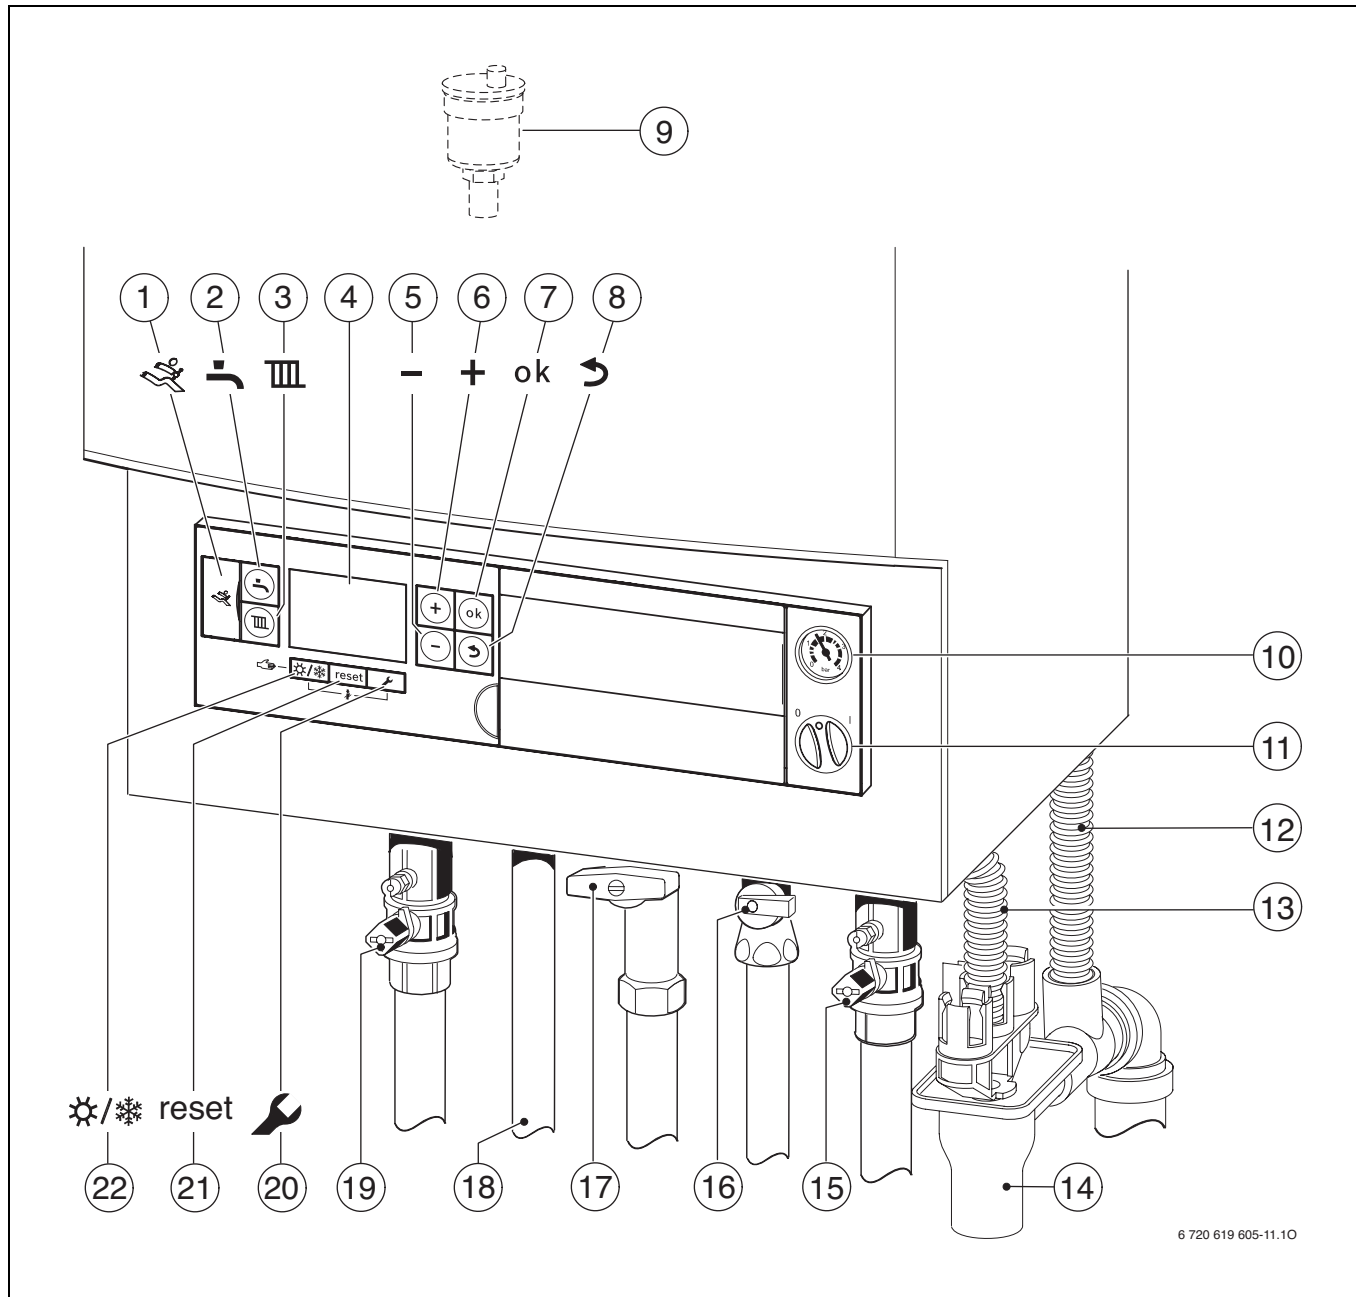

Bild 23
- ▶ Heizungsanlaufhahn und Heizungsrücklaufhahn öffnen (→ Bild 23, [15] und [19], Seite 26).
- ▶ Bei GB172-24K: Kaltwasserhahn öffnen (→ Bild 23, [16]).
- ▶ Gashahn öffnen (→ Bild 23, [17]).
- ▶ Automatischen Entlüfter öffnen (offen lassen) (→ Bild 23, [9], Seite 26).